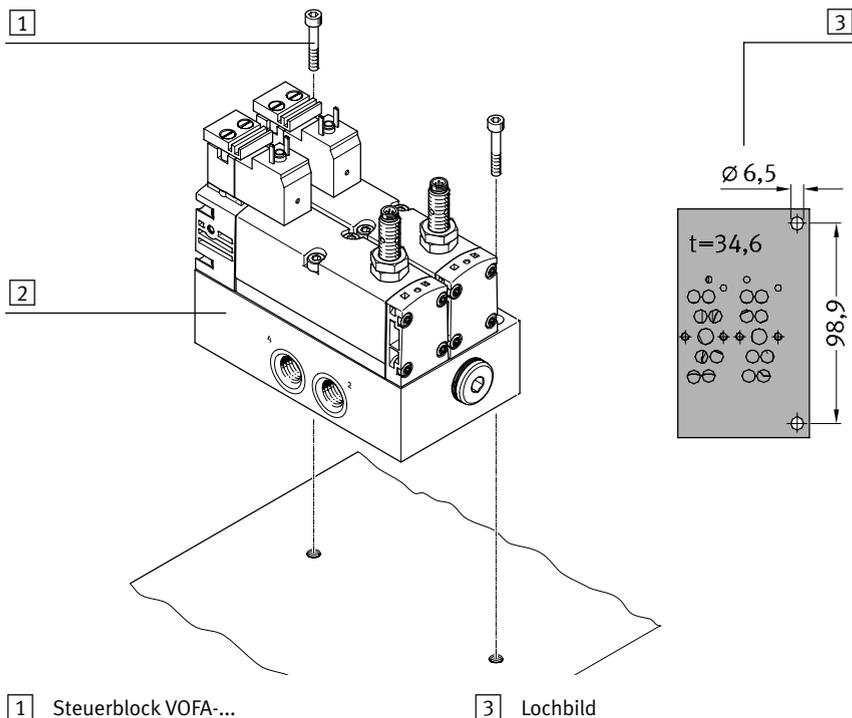

Bild 7: Befestigung/Montage der Einzelanschlussvariante
- Befestigen Sie den Steuerblock über die vorgesehenen Befestigungsbohrungen (siehe Bild 7). Entnehmen Sie die erforderlichen Maße dem Lochbild.